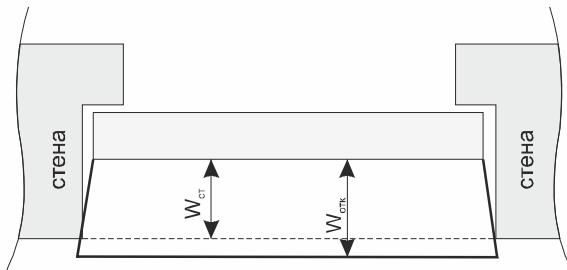

Рис. 15
- 6) Ширина откосов ($W_{отк}$) = расстояние от плоскости рамы нового окна до края стены ($W_{ст}$) 20мм. (припуск на обрезку) (Рис.15).